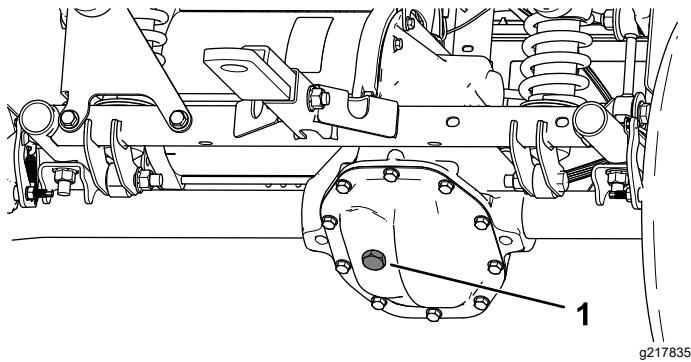

Figura 48
4. Retire el tapón de llenado del transeje (Figura 48).
5. Si el nivel de fluido es bajo, retire el tapón de llenado y añada fluido del tipo especificado hasta que salga del orificio (Figura 48).
4. Retire el tapón de llenado del transeje, y llene el transeje con el fluido especificado hasta que salga del orificio de llenado (Figura 48).